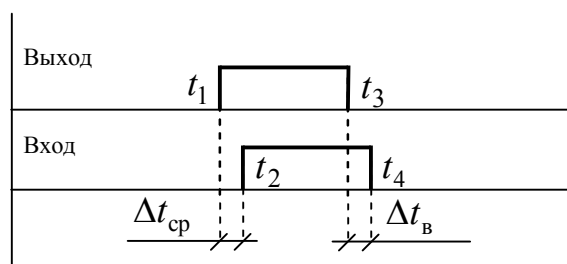

Рис. 2.19. Определение времени срабатывания и возврата бинарного выхода
- 8) перейти на страницу "*Результаты*", на которой будет отображена в графической форме работа бинарного выхода и входа. По результатам эксперимента необходимо найти разницу времен срабатывания ( $\Delta t_{\text{ср}}$ ) и возврата ( $\Delta t_{\text{пов}}$ ) бинарного выхода и входа (рис. 2.19). Эти значения необходимо ввести в соответствующие поля в окне "*Калибровка каналов*" (см. рис. 2.18). Для более точного измерения необходимо осуществить масштабирование графического изображения по времени. Для этого в режиме "*Выбор отрезка*" (этот режим устанавливается в локальном меню) выделить часовой диапазон в границах срабатывания бинарного входа и выхода. В режиме "*Мгновенные значения*" (выбирается из локального меню) определяются время срабатывания бинарного выхода ( $t_1$ ) и бинарного входа ( $t_2$ ), вычисляется разница этих времен, как  $\Delta t_{\text{ср}} = t_2 - t_1$ . Полученное значение необходимо занести в поле редактирования "*Время срабатывания*" соответствующего бинарного выхода. Такие же действия повторить для определения времени возврата ( $\Delta t_{\text{в}} = t_4 - t_3$ ). Полученное значение занести в поле редактирования "*Время возврата*";